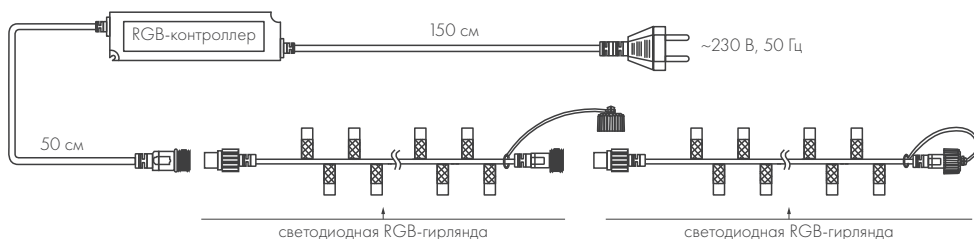

Рис. 1. Схема последовательного подключения светодиодных гирлянд
- 3.2. При наличии в комплекте более одной светодиодной гирлянды, соедините их между собой при помощи коннекторов. Воспользуйтесь схемой на рис. 1 или 2. Ко входному разъему первой гирлянды (MALE) подключите выходной разъем контроллера или переходника-разветвителя (FEMALE). Переходники-разветвители приобретаются отдельно. Подробные технические характеристики и дополнительную информацию об аксессуарах для подключения вы можете найти на сайте ardecoled.ru.